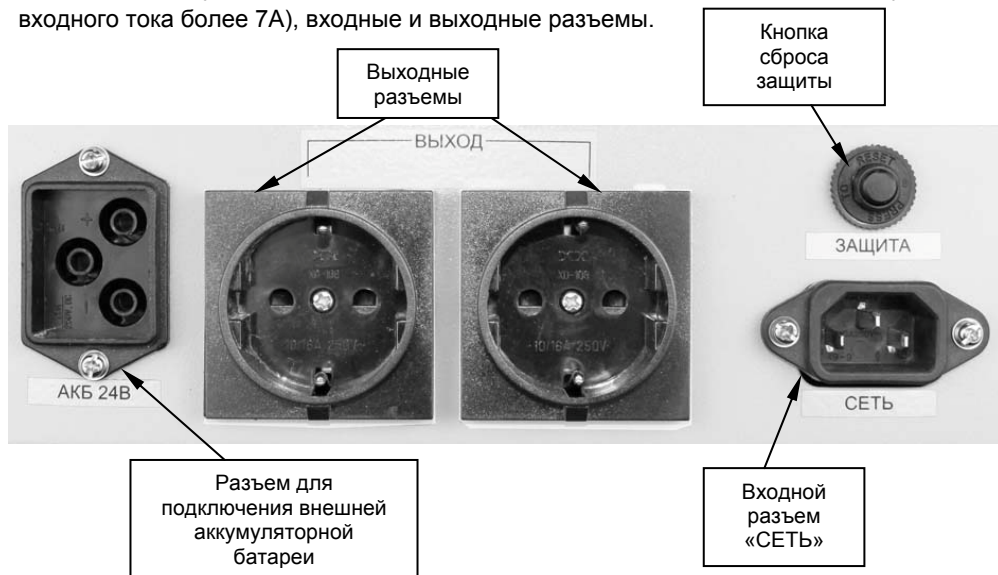

Рисунок 1 – Задняя панель источника
2. Подать сетевое напряжение. Кратковременно включатся все индикаторы передней панели (см. рисунок 1). В течении 0,5 секунд источник подаст напряжение на нагрузку. На передней панели индикатор «Сеть» засветится непрерывно, индикаторная линейка отобразит уровень нагрузки.
Индикатор «СЕТЬ» не светится, источник включается только в режиме «РЕЗЕРВ»	Сработала защита источника по входу. Нажать кнопку сброса защиты (см. рисунок 1).